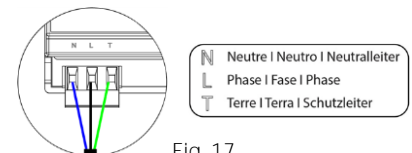

Fig. 17
Il collegamento per l'alimentazione elettrica al modulo avviene mediante un morsetto a 3 pin (1). Fissare i cavi con le viti del morsetto rispettando la sua polarità (Fig. 17).